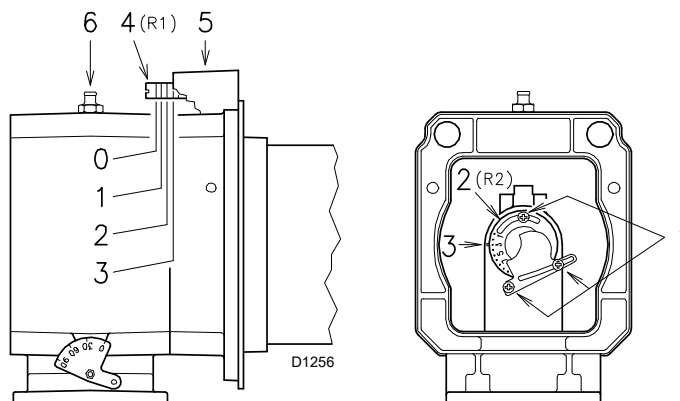

Fig. 16
Regulación aire (Fig. 16)
- Girar el tornillo 4)(Fig. 16) hasta que coincida la muesca encontrada con el plano delantero 5) de la brida.
Regulación de gas (Fig. 16)
- Aflojar los 3 tornillos 1)(Fig. 16) y girar la tuerca 2) hasta que coincida la muesca hallada con el índice 3).
Si la presión del gas lo permite, el cierre de la tuerca 2)(Fig. 16) reduce la formación de NOx.
Siguiendo el ejemplo anterior, se observa que para un quemador RS 68/M BLU con una potencia de 500 kW, se necesita una presión de 5,0 mbar en la toma 6)(Fig. 16). Si no se dispone de dicha presión, abrir la tuerca 2) hasta la posición 4-5.